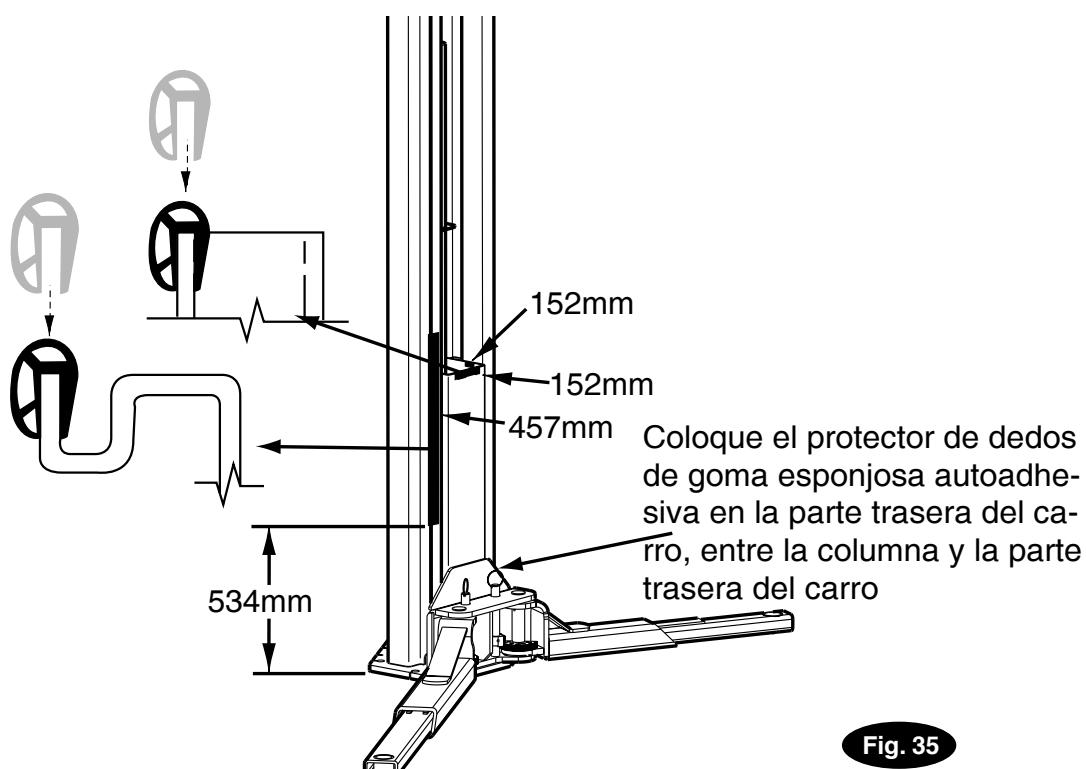

Fig. 35
1. Presione el tope de 457 mm en el borde de la columna, Fig. 35.
2. Presione el tope de 152 mm en el borde frontal superior y en el lado superior del tubo del carro, Fig. 35.
3. Presione el lado trasero del paragolpes del carro entre el carro y la columna como se muestra en la Fig. 35.